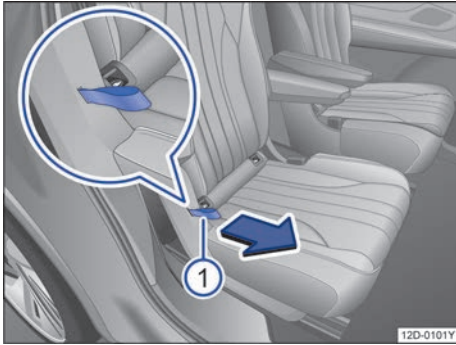

图 68 第二排座椅：将后座椅向前翻折
- 将锁止拉扣→ 图 68 ① 往上拉起并将后座椅靠背向前翻折。整个后座椅往前翻折→ ③。